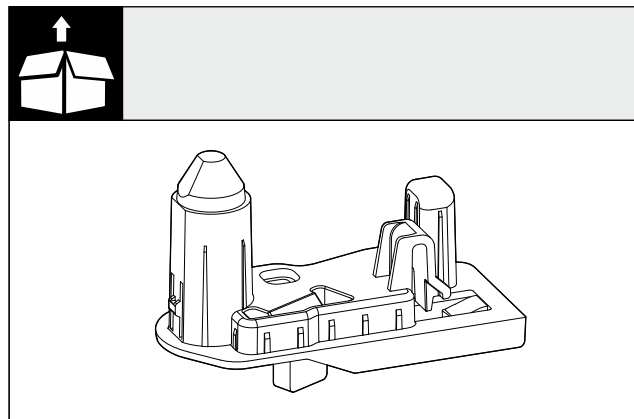

Fig. 8 Legebøsning dør
- Kontrollér monteringsdele i tilbehørspakken. (se Fig. 8)